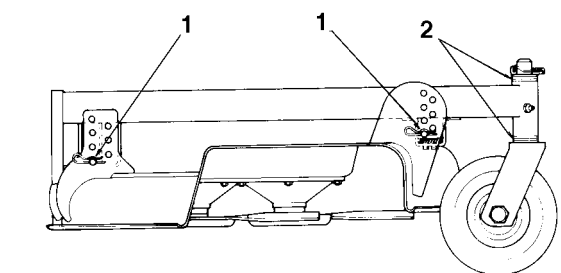

Fig. 17
- A.** Klippeenheter som normalt brukes med en klippehøyde på 25–50 mm bør ha den laveste siden på klippeenheten løftet. Ta av akselstiften som holder hjulet på den lave enden (fig. 17) og ta av hjulet.
- C.** Hvis klippeenheten benyttes med en klippehøyde på 5–10 cm, senkes den høyeste siden av klippeenheten. Ta av akselstiften på hjulet på den høyeste siden og ta av hjulet (fig. 17).